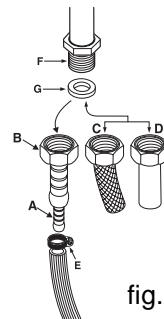

fig.8
- Da parte de dentro do forno desapertar a caixa de protecção em vidro (fig. 8);
Ligue à união com rosca de  $\frac{1}{2}$ " G macho cilíndrica "F" (fig. 8) situada do lado traseiro do aparelho, mediante um tubo rígido de metal com uniões (fig. 8-D) em conformidade com a norma, ou um tubo flexível de metal de parede contínua com uniões (fig. 8-C), em conformidade com a norma, cuja máxima extensão não deve ultrapassar 2000 mm. Certifique-se que o tubo não possa entrar em contacto com os componentes móveis capazes de danificá-lo ou esmagá-lo. Se for utilizado uma mangueira flexível de borracha, instale o apropriado porta-mangueira para **gás líquido** (fig. 8-A) ou para **gás natural** (fig. 8-B). A guarnição "G" deve ser utilizada em todos os vários sistemas de conexão Gás. Prenda as duas pontas do tubo com adequados grampos braçadeiras "E" nos termos. O tubo flexível deve ser em conformidade com as normas e específico para o tipo de gás utilizado.